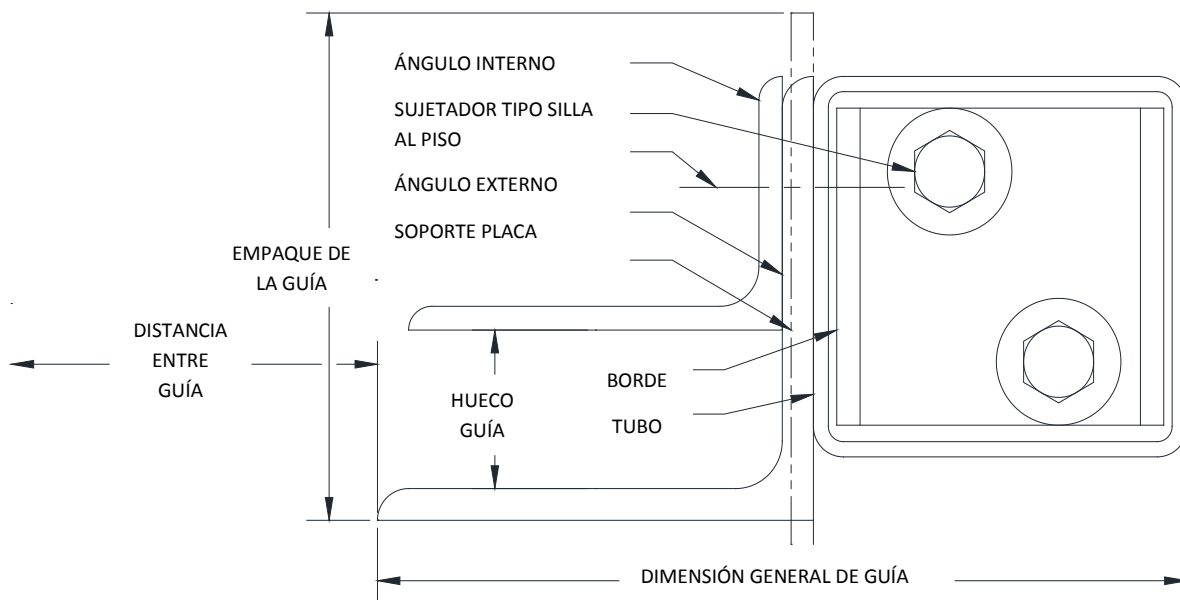

Figura 5.10 – Guía de dos ángulos entre jambas para montaje en tubos.
2. Determinar en donde estará ubicada la fascia de la puerta con respecto al dintel/trabe (si existe alguno) y la jamba. Ver **Figura 5.10**